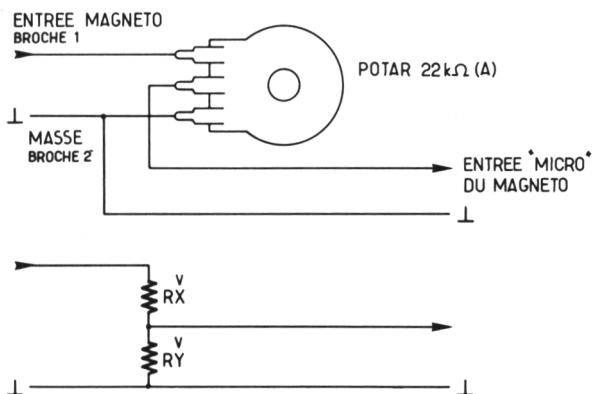

Fig. 2
- le contrôle de niveau d'entrée est automatique. Si dans ce cas on a tout de même des problèmes de sauvegarde, c'est probablement parce que le niveau de sortie de l'ORMOS est trop fort. C'est moins grave que s'il était trop faible. On peut y remédier en montant un potentiomètre de 22 ou 47 k $\Omega$  (A) comme indiqué sur la figure 2. On procédera comme dans le cas précédent. On mesurera avec un contrôleur les valeurs des résistances du potentiomètre et l'on prendra les valeurs les plus approchées pour monter deux résistances en diviseur de tension comme indiqué sur